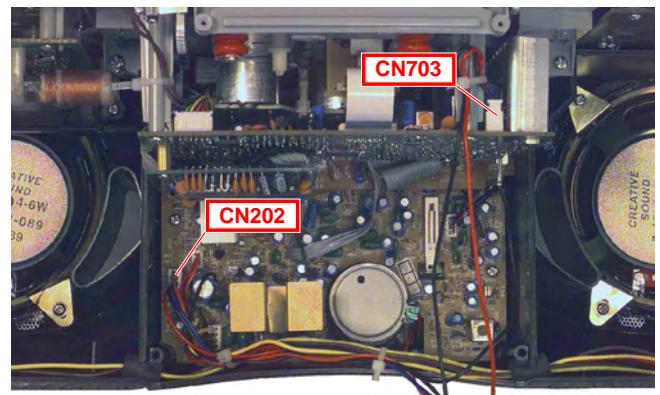

Fig. 4
- Steckverbindungen CN202 und CN703 lösen (Fig. 4).
- Disconnect plug-in connectors CN202 and CN703 (Fig. 4).